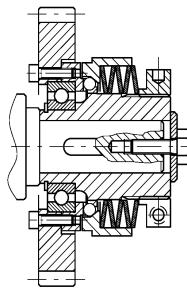
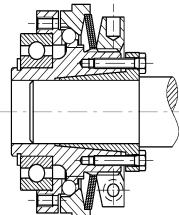

FIG. 3
FIG. 4
- Il fissaggio del dispositivo può essere effettuato assialmente con vite e rondella per la versione con foro e cava (FIG. 3) oppure mediante il calettature integrato nella versione senza cava (FIG. 4). Possono essere utilizzati, su richiesta, anche anelli conici (FIG. 5).
- The device can be fixed axially with a screw and washer in the version with finished bore and keyway (FIG. 3) or with its locking assembly (FIG. 4). In addition to these std. fixing system can also be used a locking element (FIG. 5).